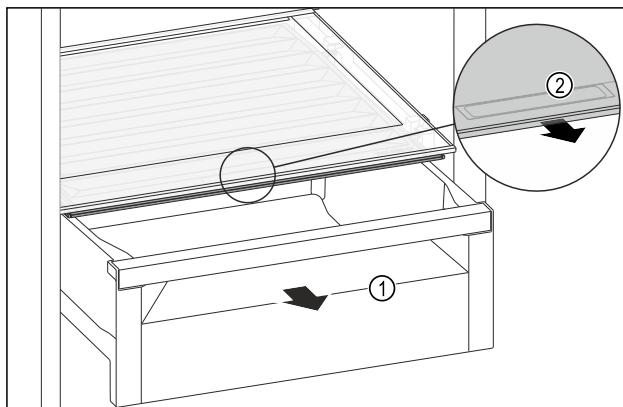

Fig. 146
- ▶ Zásuvku Fig. 146 (1) vytáhněte.
- ▶ Uchopte prohlubeň pro rukojeť Fig. 146 (2) na víku zásuvky a současně zatáhněte za víko zásuvky směrem dopředu.